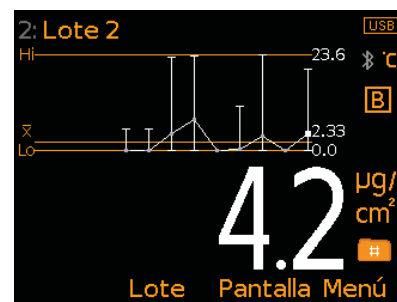

Fig. 4: Gráfico de secuencia y lecturas x1
- **Gráfico de secuencia (Fig. 4);** gráfico lineal de tendencia de las últimas 20 mediciones que se actualiza automáticamente tras cada lectura.